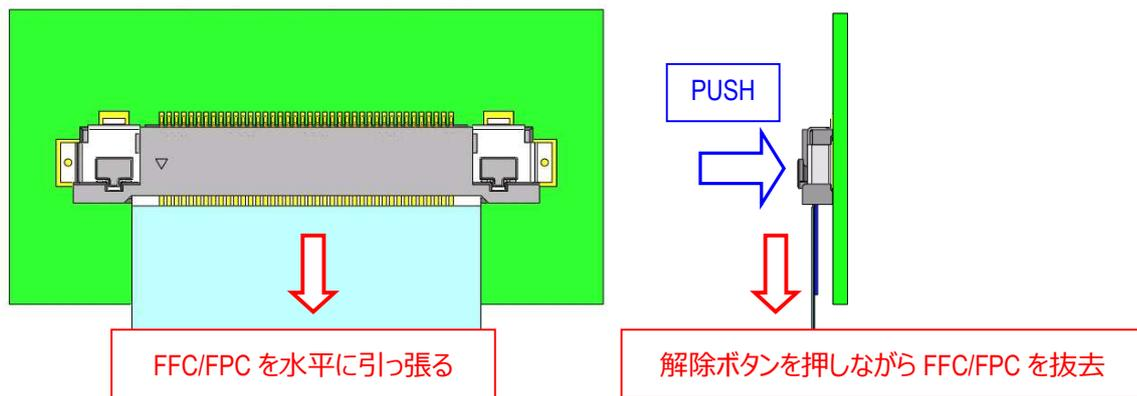

図. 3-4 FFC/FPC 抜去方法 3
③ 図 3-4 の様に、確実に解除ボタンを押したまま FFC/FPC を嵌合間口に対し水平に引き抜く。